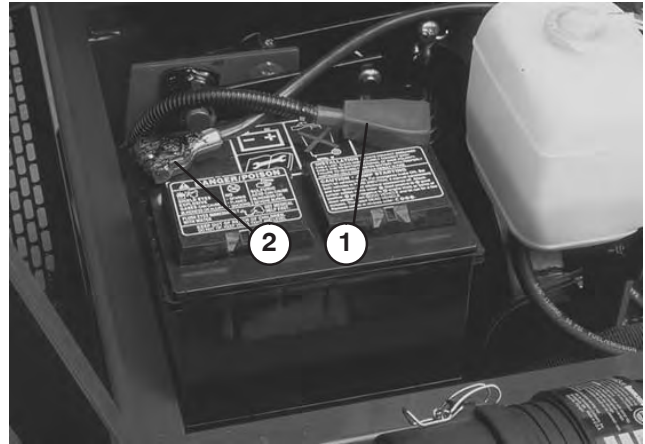

Figure 2
2. Vérifiez que la batterie est fixée en place et vérifiez sa charge avec un hydromètre. Si la batterie a besoin d'être chargée, déconnectez au moins un de ses câbles, de préférence le câble positif (+), avant de brancher le chargeur (Fig. 2).
3. Poussez le câble positif rouge sur la borne positive de la batterie et serrez l'écrou à fond (Fig. 2).
4. S'il est débranché, poussez le câble négatif noir sur la borne négative de la batterie et serrez l'écrou à fond (Fig. 2).